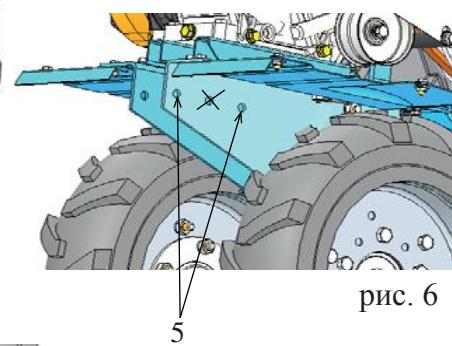

рис. 6
рис. 6а
1.3 Установить и закрепить штырь (1) сцепного устройства через отверстия (5) в угольниках (рис.6) с помощью двух болтов, шайб и гаек M10 (2,3,4) (рис.6а).